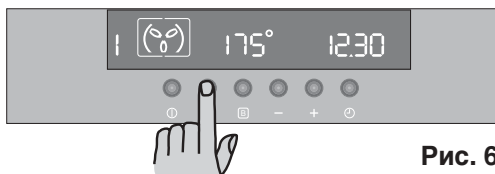

Рис. 6
1) Включите духовой шкаф, нажав кнопку ❶.
2) Нажмите кнопку ❷, для того чтобы выбрать нужный режим духового шкафа. При каждом нажатии кнопки ❷ символ приготовления будет появляться на дисплее, а соответствующий номер функции высветится слева от символа функции приготовления, выбранного в настоящее время (Рис. 6).